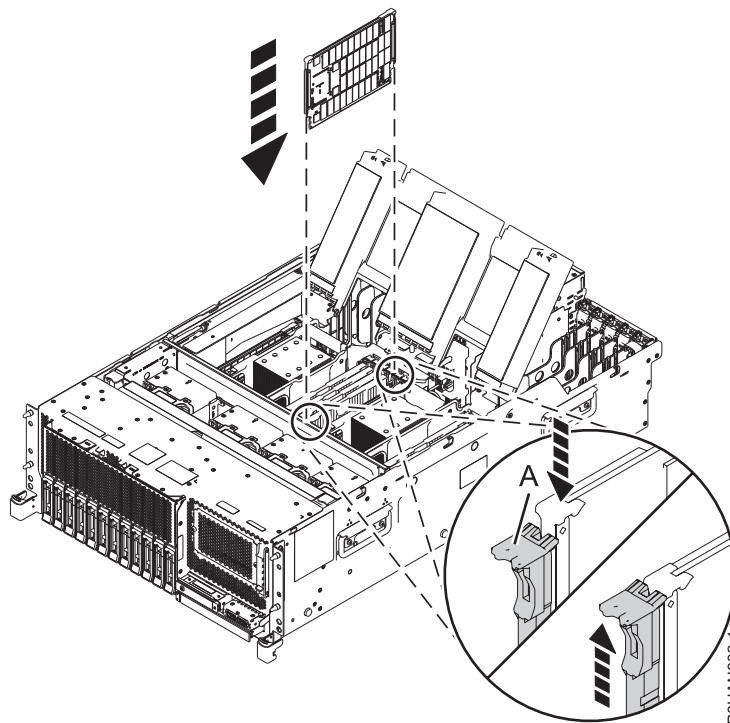

Figure 3. Installation ou remplacement d'un module de mémoire dans le système 8247-42L, 8286-41A ou 8286-42A
5. Appuyez fermement sur le module de mémoire pour l'insérer dans l'emplacement jusqu'à ce que la languette de verrouillage (A) s'emboîte dans son emplacement. Voir figure 3, à la page 6.